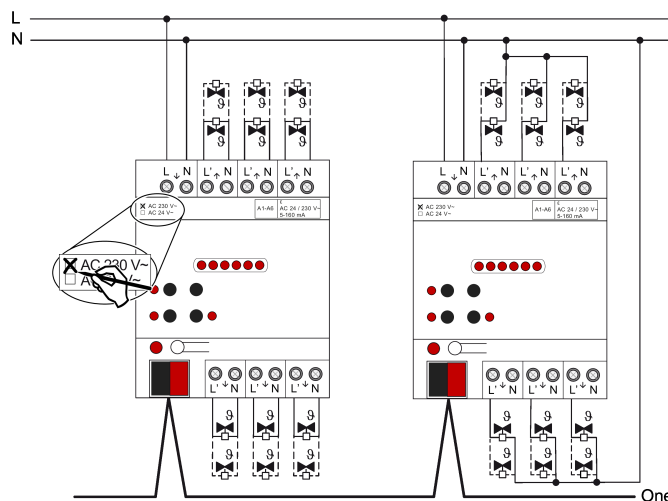

Figura 3: Collegamento per azionamenti AC 230 V (esempi di collegamento)
- Collegare gli attuatori AC 230 V secondo lo schema elettrico degli allacciamenti (Vedi figura 3). I conduttori neutri degli azionamenti possono essere collegati direttamente ai morsetti N delle uscite dell'attuatore di riscaldamento (esempio di collegamento a sinistra), o in alternativa possono essere collegati a un potenziale N idoneo (ad es. morsetto N nel ripartitore) congiuntamente (esempio di collegamento a destra). Non è obbligatorio collegare i conduttori neutri degli azionamenti direttamente all'attuatore.